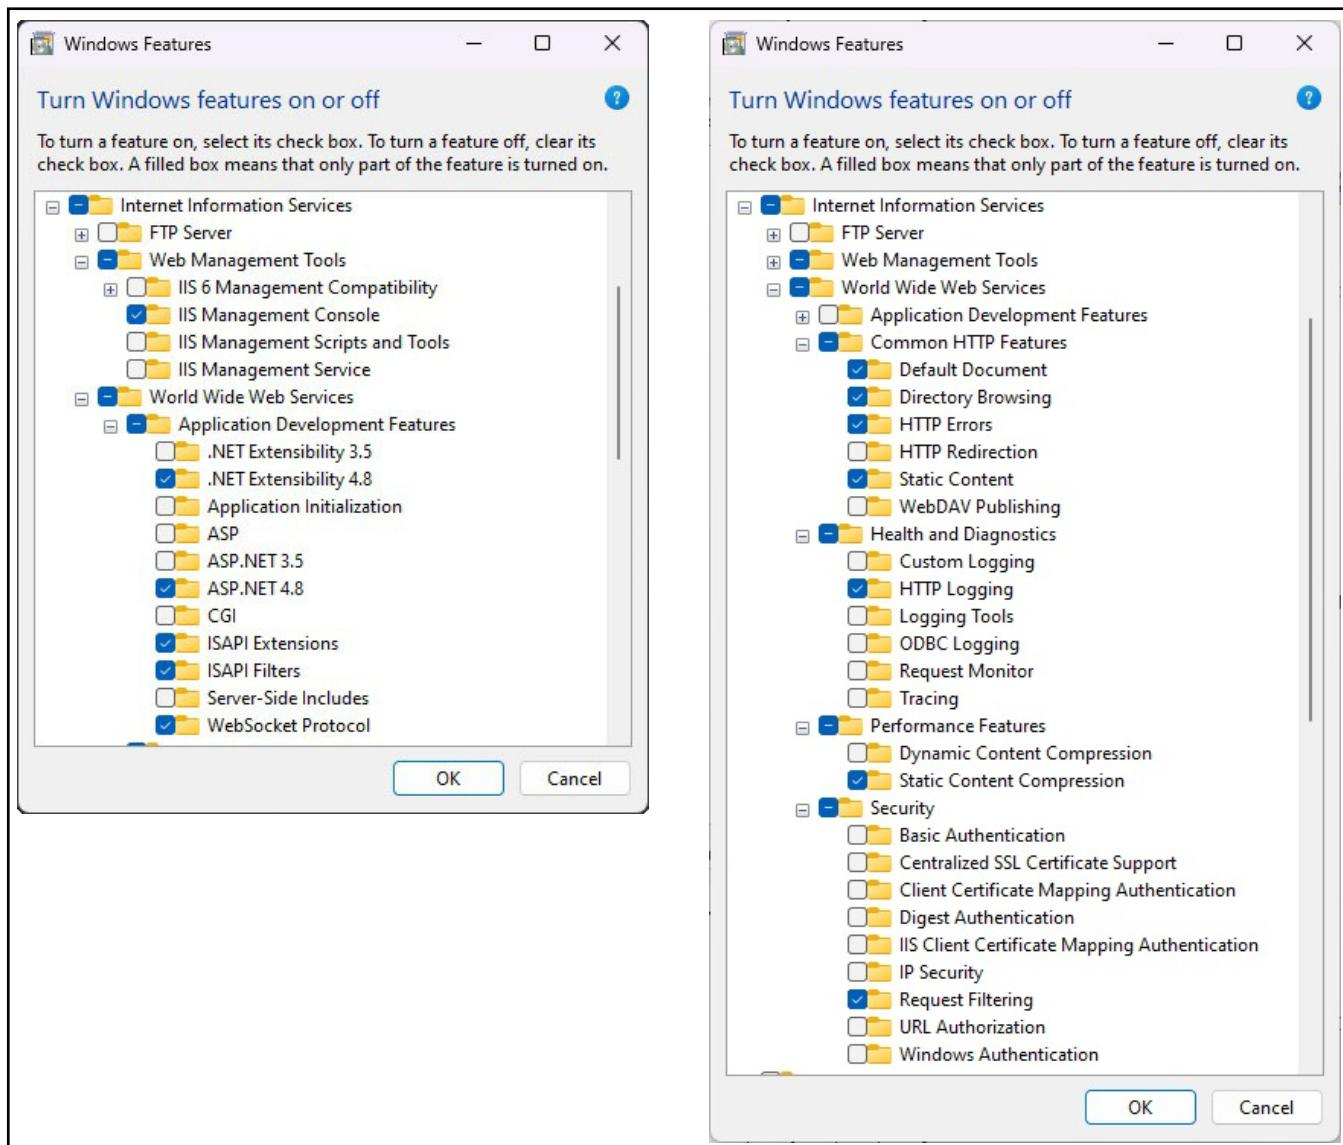

Abbildung 2-17. Konfigurierte Windows-Features
- 1 Das Dialogfeld **Windows-Features aktivieren oder deaktivieren** wird angezeigt (siehe Abbildung 2-17 auf Seite 16).
- B.2 Erweitern Sie die Option **Internetinformationsdienste** und aktivieren Sie die in Abbildung 2-17 aktivierten Kontrollkästchen.